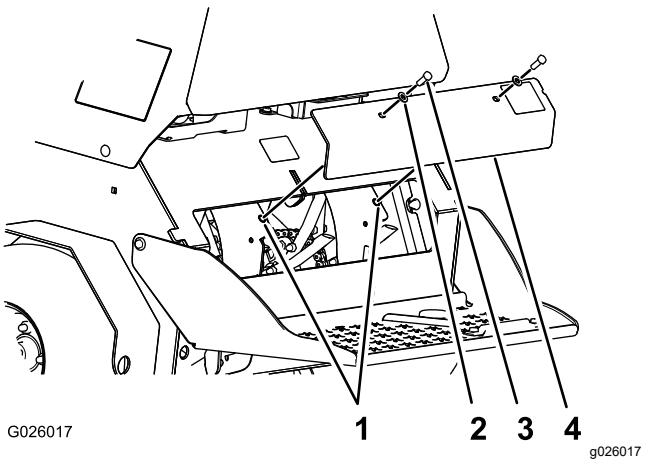

Figure 60
3. Retirez les 2 boulons (3/8 x 1 po) et les 2 rondelles (3/8 po) qui fixent le panneau arrière de la console au châssis, et déposez le panneau (Figure 60).
- Alignez les trous du panneau arrière et les trous du châssis (Figure 60).
- Fixez le panneau au châssis au moyen des 2 boulons et des 2 rondelles (Figure 60) que vous avez retirés à l'opération 3; serrez les boulons à un couple de 37 à 45 N·m (27 à 33 lb-po)